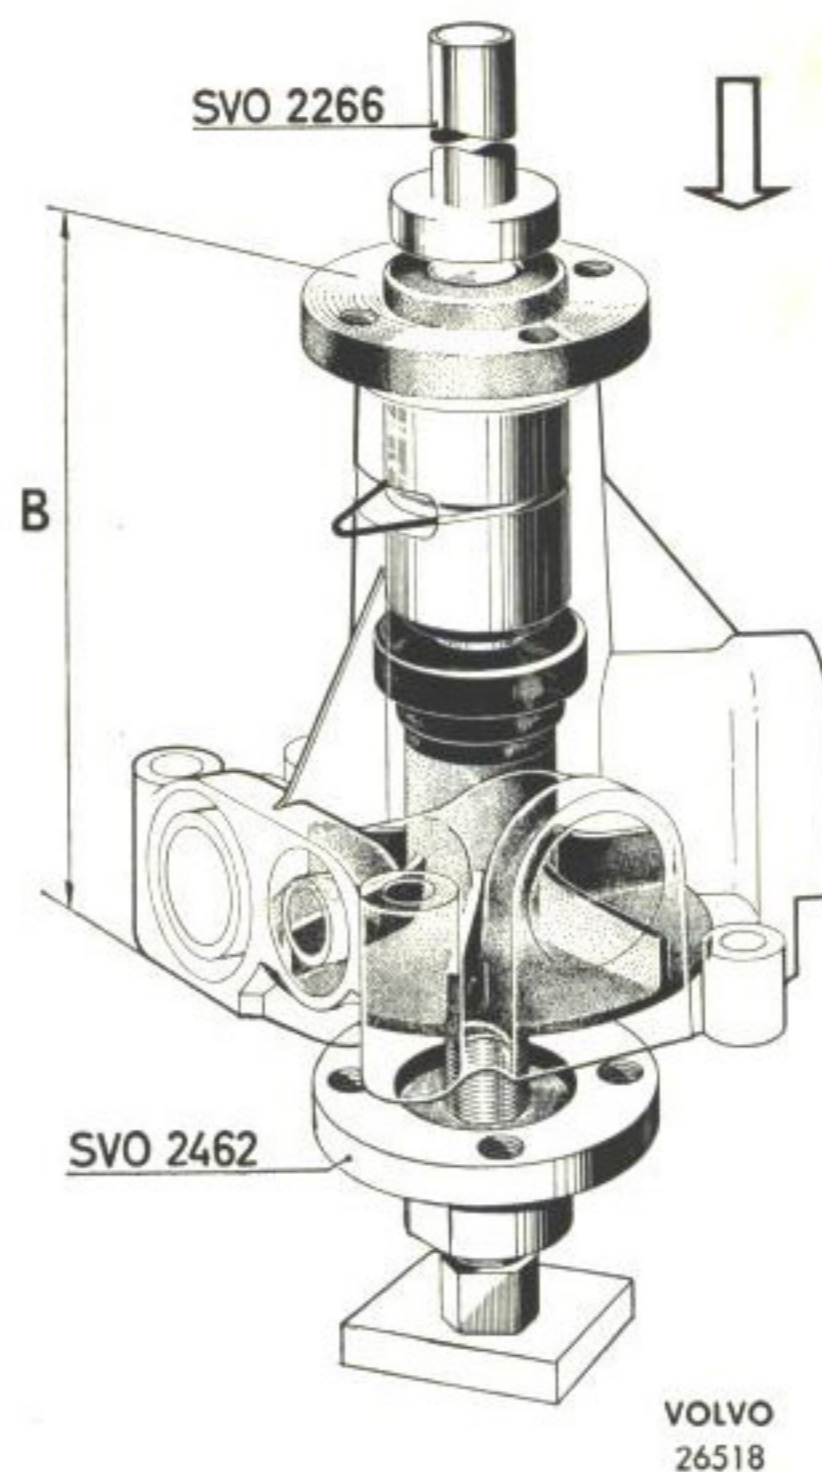

Bild 81. Montering av remskiva.
4. Vänd pumpen. Anbringa ett mothåll under axeländan i skovelhjulets hål och pressa på navet med dorn SVO 2266. Använd som mothåll exempelvis avdragare SVO 2462 med centrumskraven inskruvad så att den stöder mot axeln. Pressa försiktigt så långt att måttet B enligt bild 81 blir 105 ± 0,2 mm.